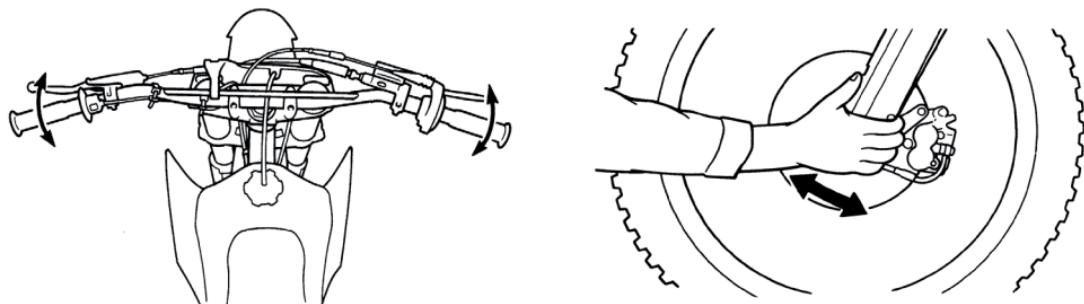

Рисунок 4. Проверка рулевой колонки
1. Встаньте перед мотоциклом. Возьмитесь за вилку [в районе передней оси] и потяните вилку по направлению к двигателю и обратно несколько раз (см. рисунок 4). Если подшипники изношены, вы почувствуете люфт или даже услышите щелчок/глухой удар.